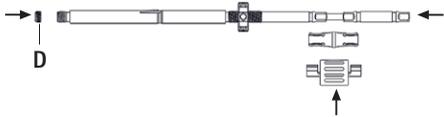

Fig. 11
- För in skruvmejseln i innerhylsan, säkra med avståndshållare och **D** sätt på låsskruvse Fig. 11.